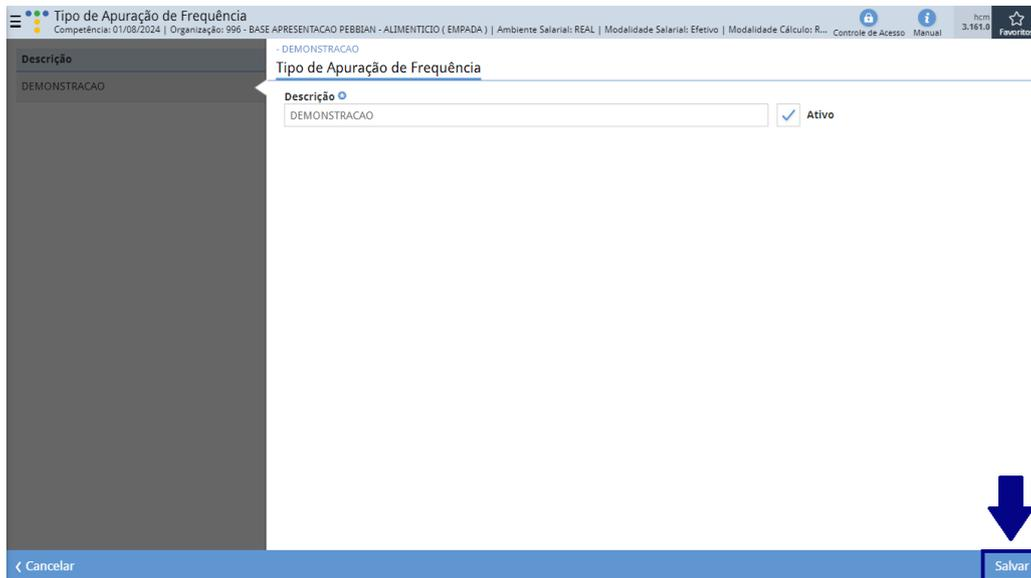

Figura 18: Salvar
- Após realizar todas as modificações, clique em **Salvar** (Figura 18) para confirmar as alterações. O sistema atualizará o registro com as novas informações inseridas.